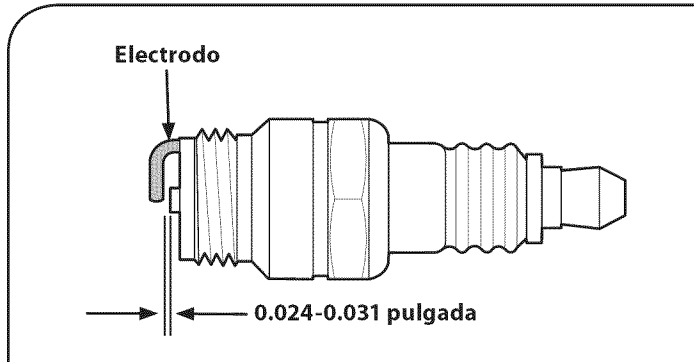

Figura 28
3. Mida la separación de bujía con un calibrador. Corrija de ser necesario torciendo el electrodo lateral. Vea la figura 28. La separación debe establecerse de manera que quede entre 0.024-0.031 pulg.